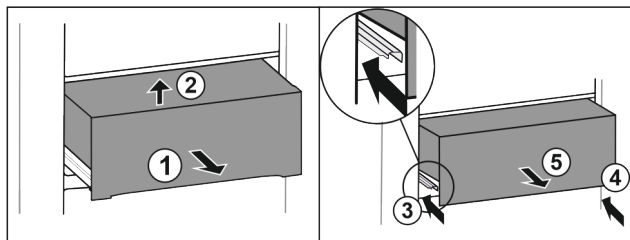

Fig. 28*
- ▶ Wyciągnąć szufladę do połowy Fig. 28 (1).*
- ▶ Unieść z przodu Fig. 28 (2).*
- ▶ Wsunąć lewą szynę Fig. 28 (3).*
- ▶ Wsunąć prawą szynę Fig. 28 (4).*
- ▶ Wyjąć szufladę do przodu Fig. 28 (5).*